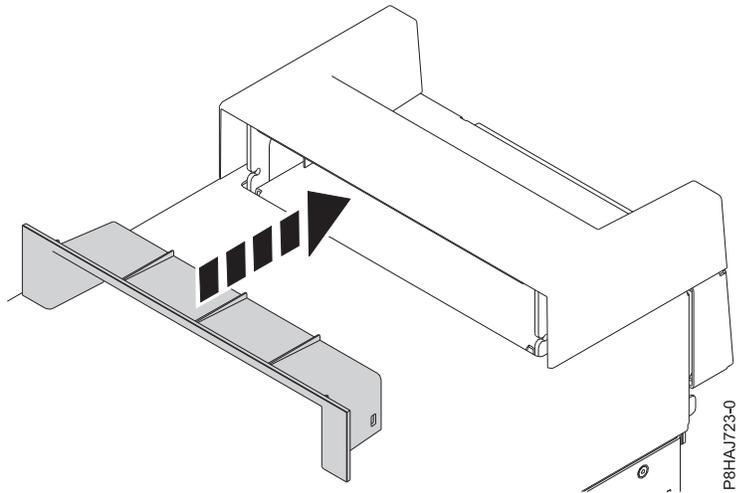

図 17. 8286-41A スタンドアロン・システムのハンドル・カバー内の断片の差し込み
2. ハンドル・カバーの断片をしっかりとハンドル・カバーに押し込んで、断片をハンドル・カバー内に差し込みます (37 ページの図 17 を参照)。